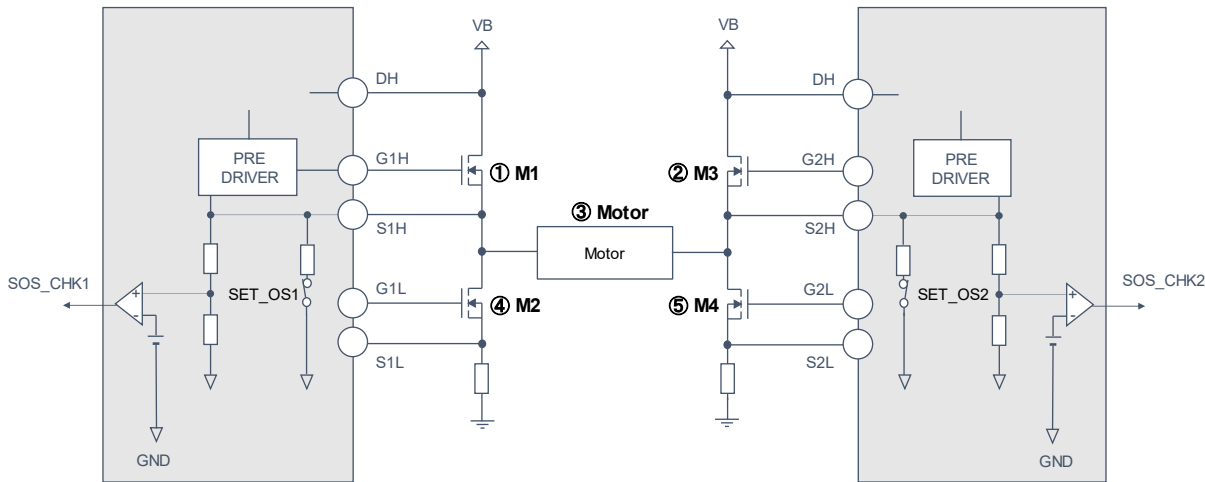

Figure 19. Static オープン/ショート検出機能ブロック図
(Note 3) Illegal (Fail) は Figure .19 記載 ① ~ ⑤の単一オープン/ショート故障以外の異常状態となります。
(Note 2) Illegal (Fail) は Figure .19 記載 ① ~ ⑤の単一オープン/ショート故障以外の異常状態となります。